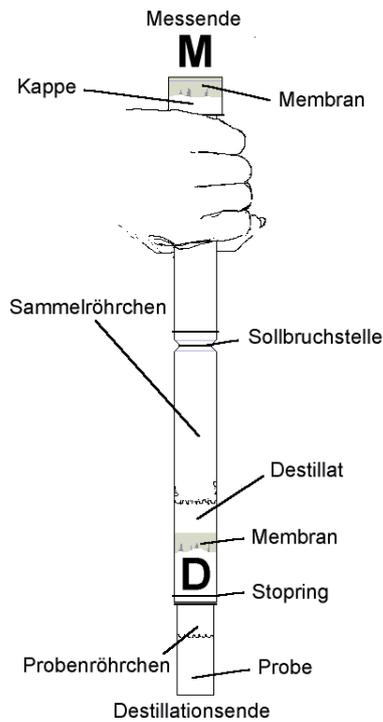

Abbildung 1
- Ein **Micro Dist (MD)** Sammelröhrchen (Abbildung 1) mit dem **D** Ende nach unten in einen geeigneten Halter stellen und **1,0 ml** dest. Wasser einfüllen.
- Messende (M)** Ende des MD Röhrchens mit Teflon-Membran und Kappe verschließen.